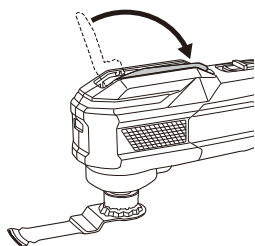

Fig. 11
- (5) Empuje la palanca hacia abajo. (Fig. 11)